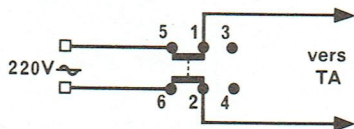

Fig. 11
- Enlever l'ancien interrupteur (A) ainsi que sa pièce de maintien (B).
- Mettre l'entretoise (2) sur le levier de l'interrupteur (4A).
- Encoller le levier (4A) et emboîter sur celui-ci la manette (1).
- Fixer l'interrupteur (4) sur l'équerre (3).
- Souder les fils secteur comme indiqué sur les figures 11 et 12.
- Récupérer le cache (5) sur l'ancien interrupteur et le placer sur la manette (1).